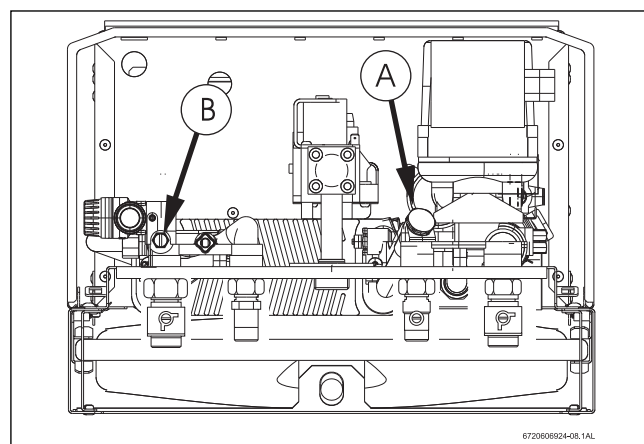

Fig. 26
- ▶ Aflojar el tapón (Fig. 26 , Pos. A).
- ▶ Desenroscar el tornillo de desagüe (Fig. 26 , Pos. B).